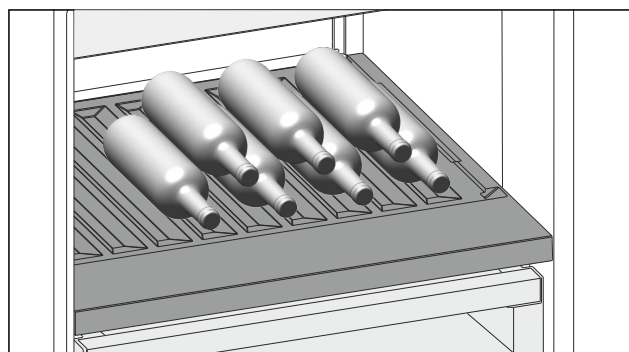

Fig. 193 Shembull ilustrues
- Shtrihi shishet me fundin të drejtuar në faqen e pasme të frigoriferit. (shihni Fig. 193)